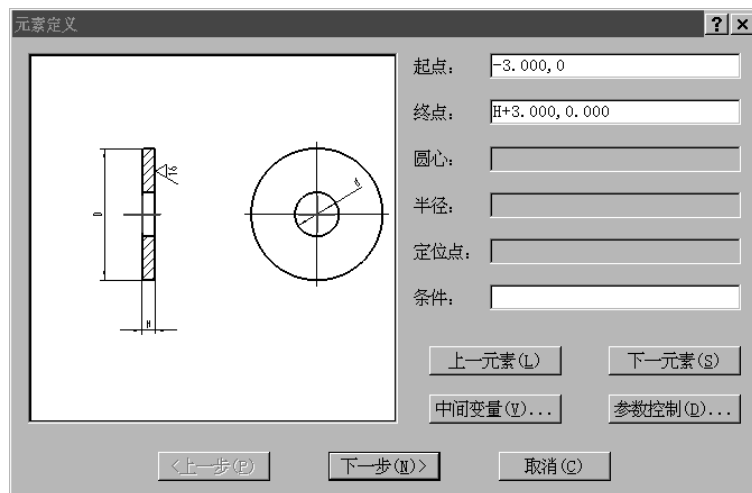
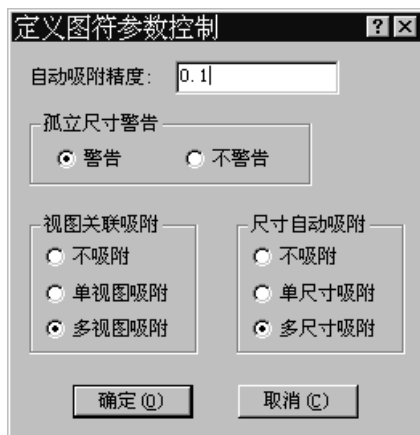

图 8-8 中心线的定义
图 8-13 定义图符参数控制对话框
(1) 元素定义,也就是对图符参数化,用尺寸变量逐个表示出每个图形元素的表达式,如:直线的起点、终点表达式,圆的圆心、半径的表达式等等。元素定义是把每一个元素的各个定义点写成相对基点的坐标值表达式,表达式的正确与否将决定图符提取的准确与否。用户可以通过【上一元素】和【下一元素】两个按钮来查询和修改每个元素的定义表达式,也可以直接用鼠标左键在预览区中拾取。如果预览区中的图形比较复杂,则可用鼠标右键单击图符预览区,预览区中的图形将按比例放大,以方便用户观察和选取,当鼠标左键和右键同时按下时,预览区中的图形将恢复最初的大小。若对图形不满意或需要修改,可单击【上一步】按钮返回上一步操作。
(2) CAXA 数控车会自动生成一些简单的元素定义表达式,随着元素定义的进行,数控车会根据已定义的元素表达式不断地修改、完善未定义的元素表达式。
(3) 定义中心线时,起点和终点的定义表达式不一定要和绘图时的实际坐标相吻合。按超出轮廓线 2 到 5 个绘图单位定义即可。如图 8-8 所示,图中是对主视图的中心线的起、终点定义,视图的基准点选择可参考图 8-8。
在【元素定义】对话框（如图 8-8）中单击【参数控制】按钮，则会弹出【定义图符参数控制】对话框，如图 8-13 所示。